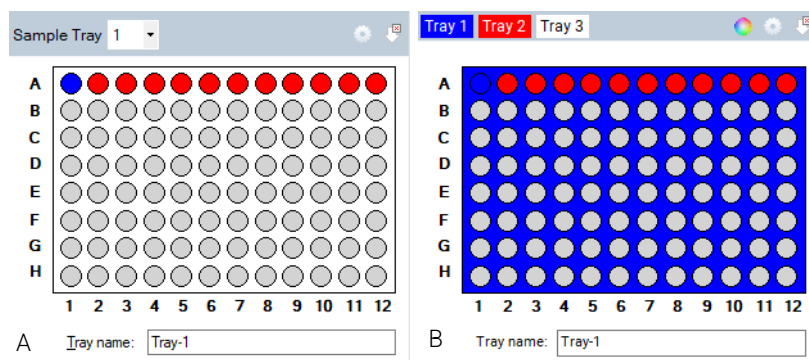

Figura 33 Selezione del vassoio classica dall'elenco a discesa (sinistra) e selezione del vassoio tramite schede colorate (destra).
Selezionare il vassoio portacampioni da usare dall'elenco a discesa **Sample Tray** (Vassoio portacampioni) o dallo strumento di selezione del vassoio con schede colorate, a seconda della configurazione impostata (**Figura 33**).
La configurazione può essere impostata selezionando l'icona  collocata nell'angolo in alto a destra della finestra mostrata nella **Figura 33**.
- 2 Scegliere tra la selezione del vassoio portacampioni tramite elenco a discesa e la selezione del vassoio tramite scheda colorata, come mostrato nella **Figura 33**.
- 4 Per selezionare una riga dalla piastra a 96 pozzetti raffigurata nella finestra del campione/vassoio portacampioni, fare una volta clic con il pulsante sinistro del mouse in tale riga (**Figura 33**). Per selezionare una nuova riga, fare clic con il pulsante sinistro del mouse su un'altra riga.
- 5 Per eliminare la selezione di una riga, selezionare . (**Figura 33**)
La finestra di dialogo **Tray name** (Nome del vassoio) consente di inserire il nome del vassoio in esecuzione (**Figura 33**). In alternativa, selezionare questa finestra di dialogo e usare un lettore di codici a barre per importare i nomi dei campioni per la piastra in esecuzione (per maggiori informazioni, consultare **Capitolo 11**, "ProteoAnalyzer – immissione del nome del campione").